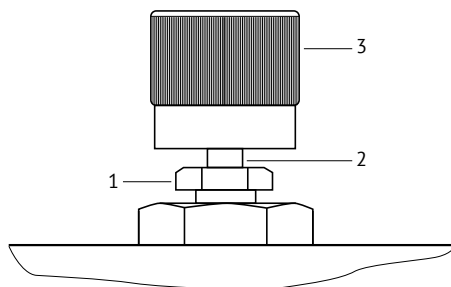

Рис. 3. Вентиль:
8.2 При ежедневном техническом обслуживании производят внешний осмотр, очищают от загрязнений и пыли сухой ветошью. Проверяют целостность резиновых уплотнений стоек, в случае их повреждений — заменяют. Проверяют наличие смазки на резьбовой части вентиля 2 (Рис. 3), при ее отсутствии или недостаточном количестве произвести смазывание консистентной смазкой ЛИТОЛ — 24 ГОСТ 21150-87.
Нарушена герметичность уплотнения вентиля	Подтянуть прижимную втулку 2 (Рис. 3)